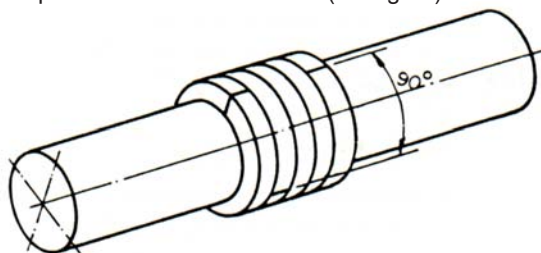

Fig. 21 - Posición de los anillos desplazados 90° uno del otro
- Proceder al montaje en la secuencia invertida a la del desmontaje, introduciendo cada pieza en el interior de la cámara del prensaestopas con la ayuda de la brida del mismo. Los anillos de la empaquetadura deberán ser montados de forma que sus extremos queden desplazados a 90° uno del otro. (Ver fig. 21).